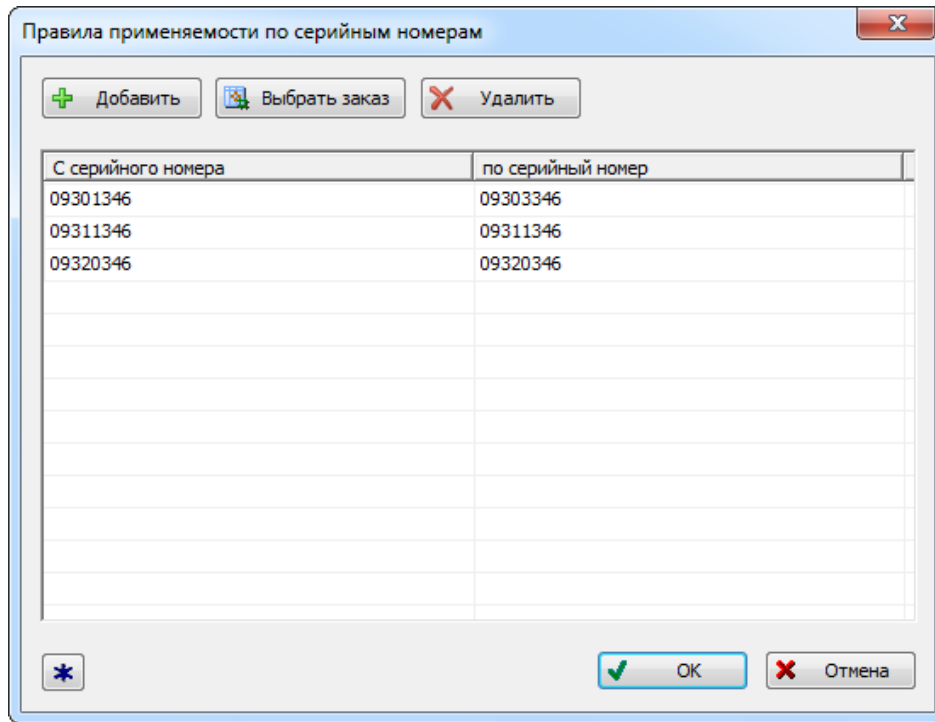

Рис. 10-237 – Правило применяемости по серийным номерам 09301346-09303346, 09311346, 09320346
- Верхняя и нижняя граница диапазона серийных номеров должна принадлежать одному типу изделия (в шаблоне тип изделия задается символами “Т”). В противном случае при создании правила применяемости будет выдано сообщение об ошибке (рис. 10-237).